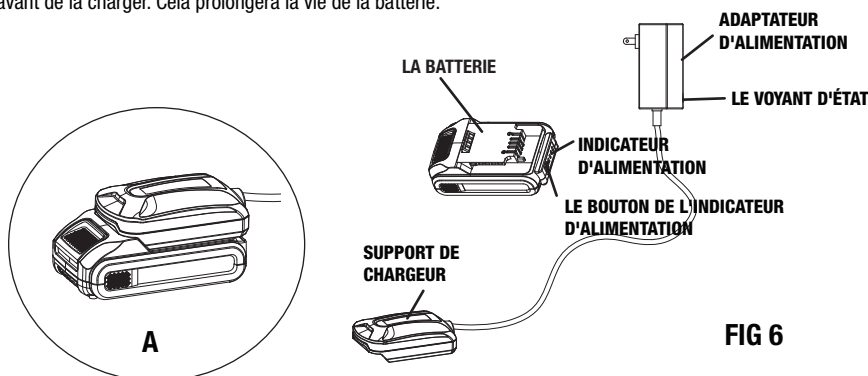

FIG 6
CHARGEMENT DE LA BATTERIE (FIG 6)
- Faites glisser la batterie à fond dans le chargeur jusqu'à ce qu'elle se fixe en place en émettant un clic, comme illustré à A-FIG 6. Le voyant d'état rouge indique que la batterie se charge. Le voyant d'état devient vert lorsque la batterie est complètement chargée.